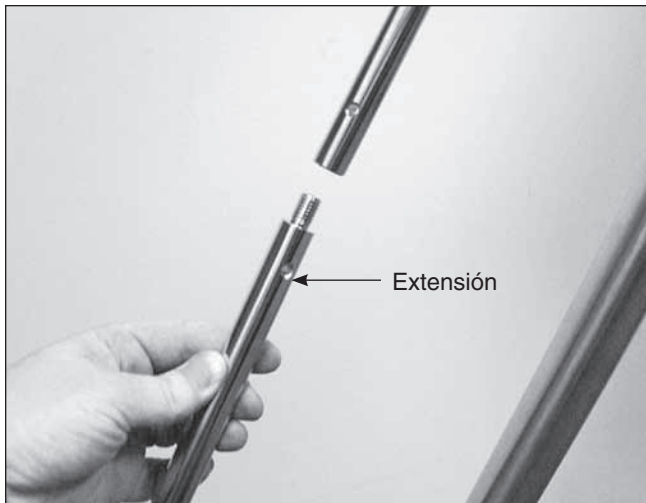

Figura 5. La extensión del eje de contrapeso se enrosca en el extremo del eje de contrapeso.
- La montura Atlas viene con una extensión del eje de contrapeso de 184 mm, que se puede instalar en este momento si es necesario para equilibrar cargas más pesadas (**figura 5**). Asegúrese de que la extensión esté firmemente sujeta antes de colocar los contrapesos.